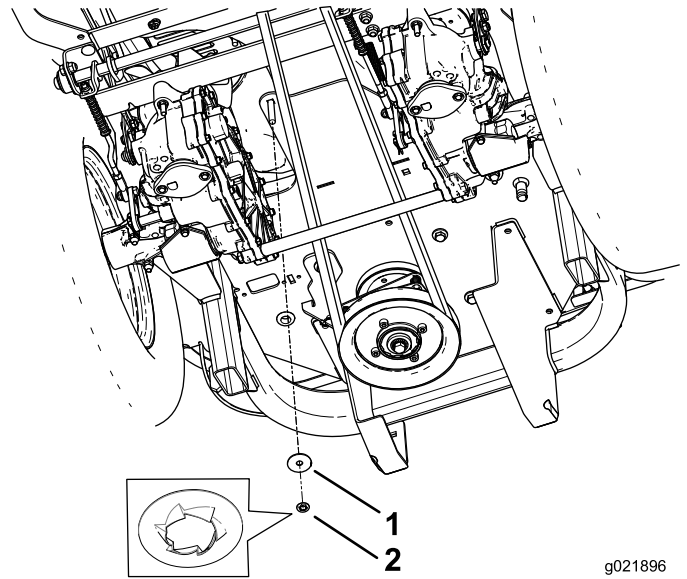

Figura 10
1. Instale la arandela plana fina y la arandela de estrella en el perno de cuello cuadrado de la polea tensora fija (Figura 10).